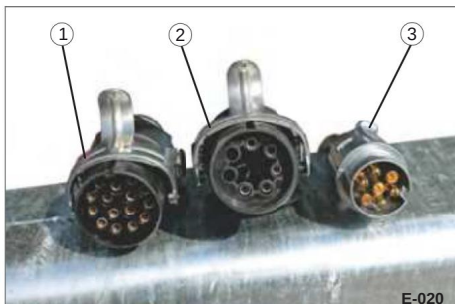

Bild 21 Kontakt 12 V - 24 V
• Anslut den elektriska kontakten (bild 21/1 eller 3) och motsvarande EBS-kontakt (bild 21/2) för 12 V eller 24 V till traktorn.